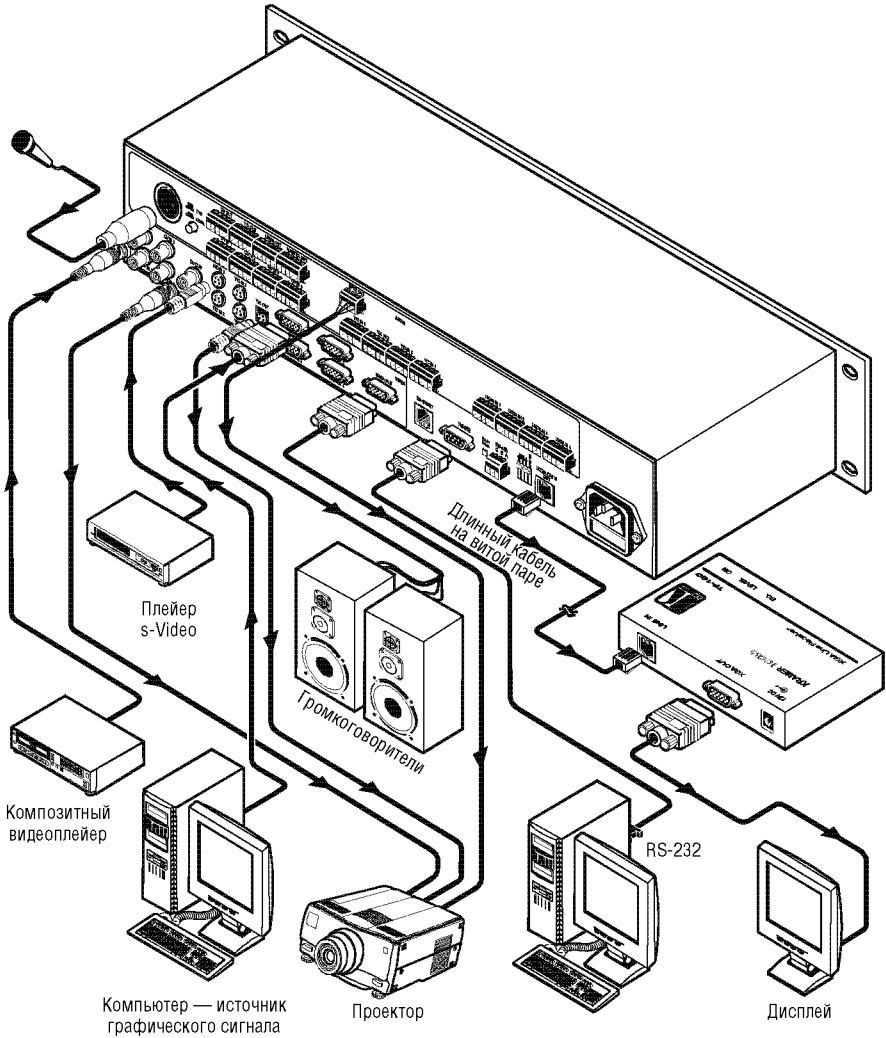

Рис. 4. Подключение источников и приемников сигнала к VP-23N
Подключение источников и приемников сигнала к **VP-23N** иллюстрирует пример на рис. 4. В нем все выходы коммутатора подключены к одному проектору. Выбор активного входа проектора (и, соответственно выхода коммутатора) выполняется с помощью системы управления проектором. На рис. 4 не показано подключение источников и приемников аудиосигнала, за исключением микрофона и акустических систем. Подключать все входы коммутатора не обязательно.
4. Подключите соответствующие видеосигналам источники и приемники балансного аудиосигнала (не показаны на рис. 4).
5. При необходимости подключите приемник аудиосигнала к клеммному блоку *MASTER OUT* (подключение не показано на рис. 4; см. раздел 7.3).